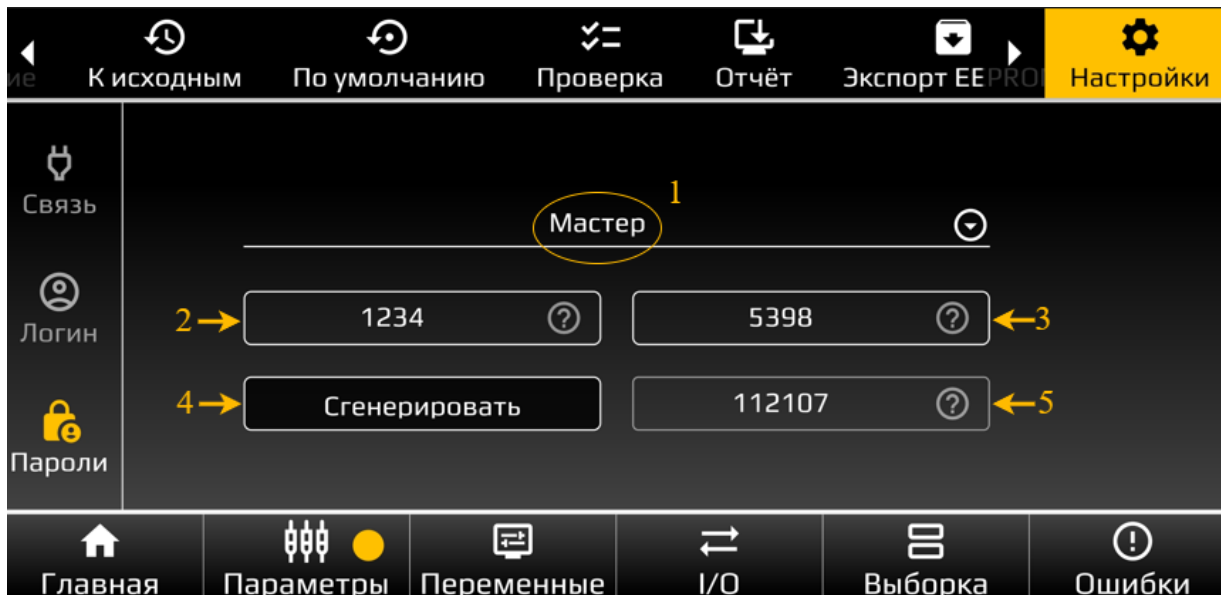

Рисунок 20. Генерация одноразового пароля
- ▶ ввести одноразовый код (рис. 20);
- ▶ ввести серийный номер машины, для которой генерируется временный пароль (рис. 20);